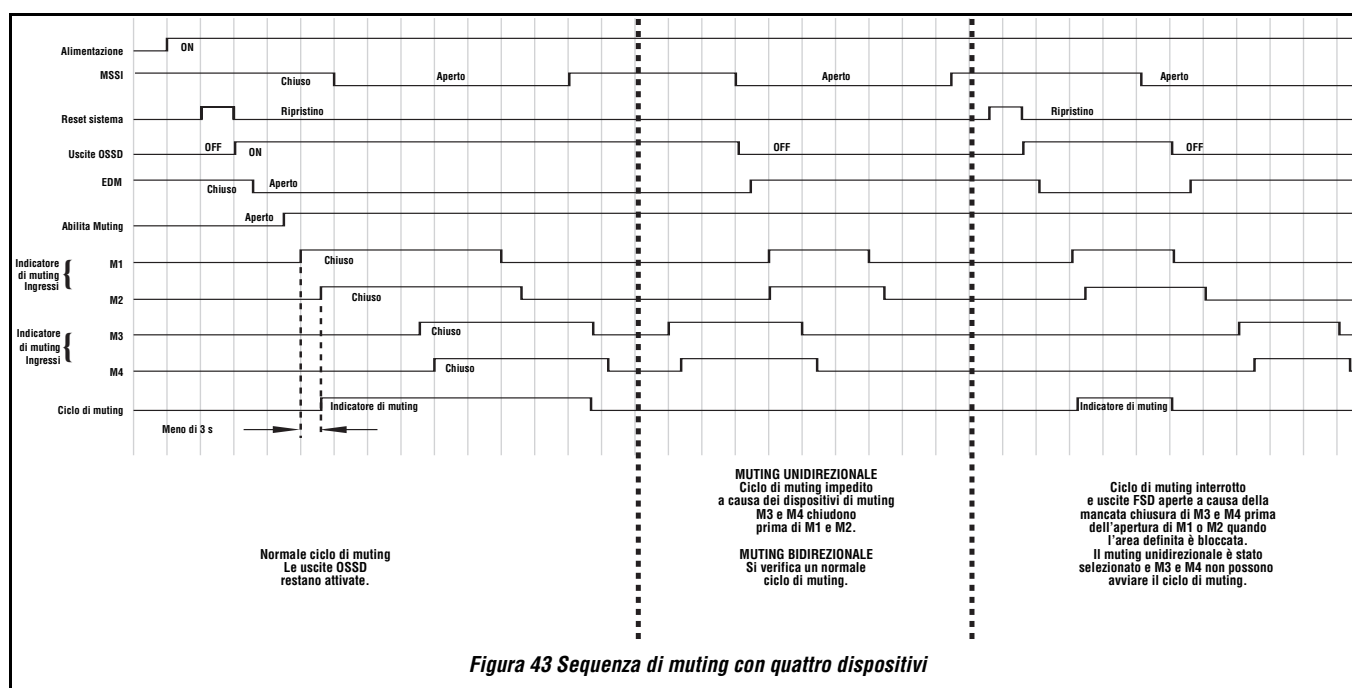

Figura 43 Sequenza di muting con quattro dispositivi
**SEQUENZA DI MUTING CON QUATTRO DISPOSITIVI DI MUTING (Figura 43 a pagina 74)**